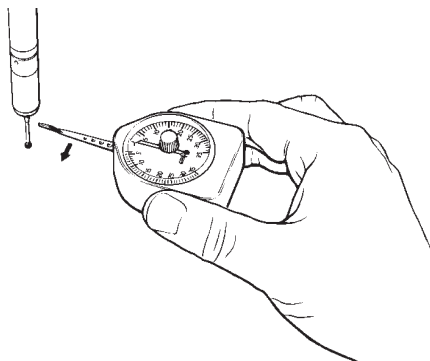

Figure 10 : Mesure de la force de déclenchement
4. Faire glisser lentement le dynamomètre sur le côté de façon à ce que le plat du palpeur du dynamomètre entre en contact avec la bille du stylet du palpeur à contrôler. (Pousser dans une direction de déclenchement de force faible). Continuez tout doucement à déplacer le dynamomètre jusqu'à ce que le palpeur se déclenche (bip dans la C.N.). Arrêtez alors immédiatement et relevez la valeur donnée par l'aiguille (voir la Figure 10 ci-dessous).